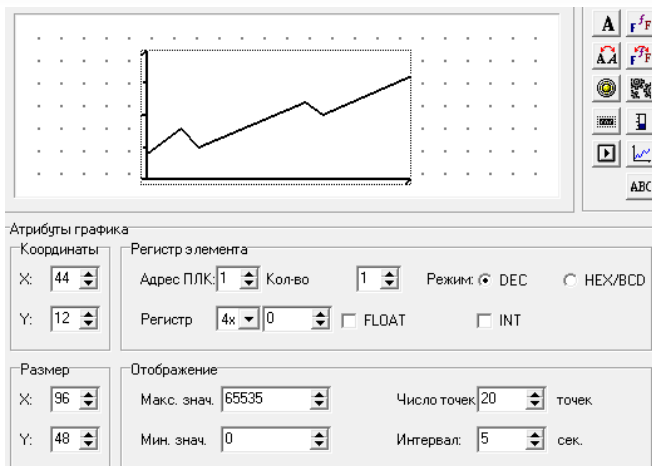

Рис. 4.16. График
1. Нажать кнопку . Откроется область задания параметров графика (см. рис. 4.16).
3. В группе полей «Размер» отображается величина ширины (X) и высоты (Y) графика, которые могут быть изменены с помощью кнопок со стрелками.